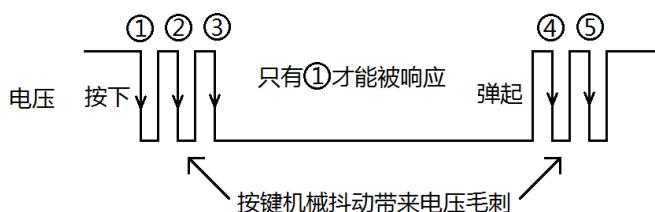

图 5.11 机械按键的抖动电压毛刺
如图 5.11 所示，机械按键按下和弹起时，会有毛刺干扰。在一次按键过程中，会有若干次下降沿，只有①是真正的按键事件。如何避免其他几次下降沿“中断”的影响呢？